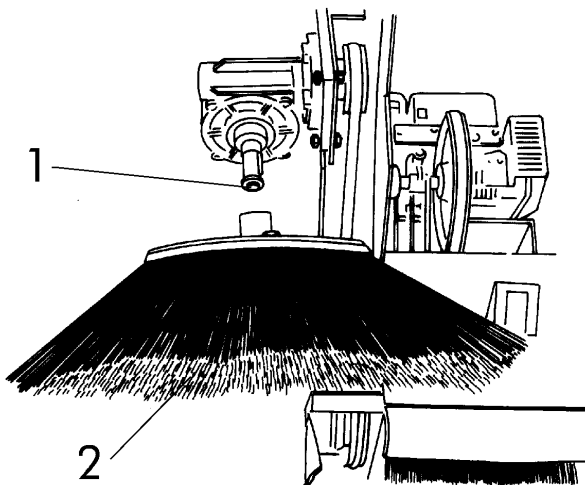

fig. 3c
- Afloje el eje 1 (fig. 3c inserte el cepillo lateral 2 (fig. 3c) y fíjelo de nuevo insertándolo en el eje.1 (fig. 3c).